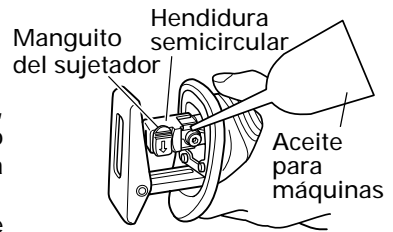

Fig. 12
- (1) Después de utilizar la sierra, elimine el aserrín, el polvo, la arena, la humedad, etc. con aire o con un cepillo, etc. para asegurarse de que la montura de la hoja funciona suavemente.
- (2) Tal como se muestra en la Fig. 12, lubrique periódicamente alrededor del sujetador de la hoja con lubricante para cuchillas.